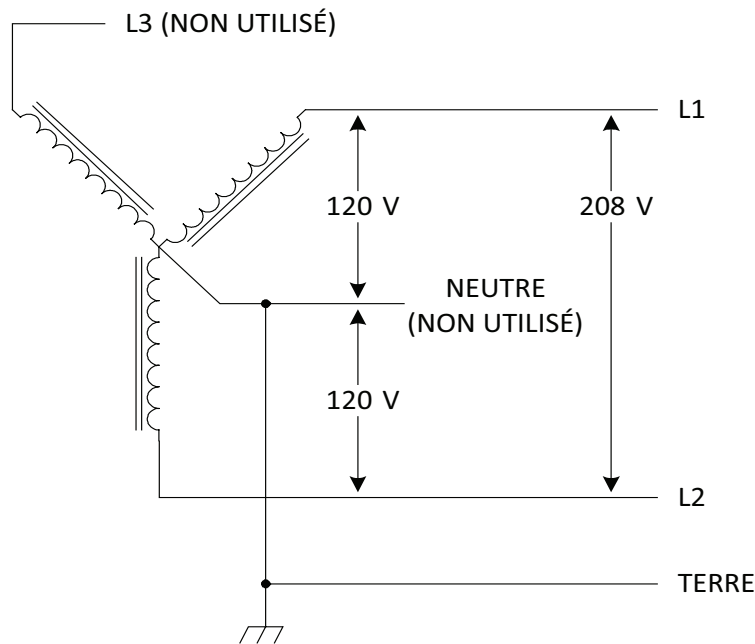

Figure 4 : Triphasé 208 V, raccordé en étoile
**ATTENTION :** Si une alimentation triphasée de 240 V provient d'un secondaire raccordé en triangle, la colonne utilisée doit avoir une prise médiane. Cette prise doit être mise à la terre. Seules les deux phases situées de part et d'autre de la colonne à prise médiane peuvent être utilisées. Voir Figure 4.